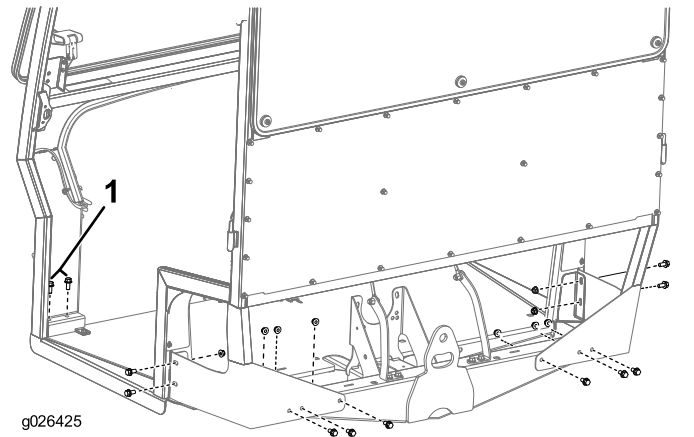

Figura 6
2. Fissate il telaio sulla macchina utilizzando 10 bulloni (3/8" x 3/4"), 10 dadi (3/8") e 4 bulloni (3/8" x 7/8") come mostrato in Figura 6.